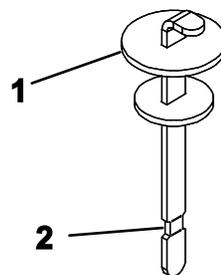

図 63
4. 補給口の首からディップスティックを抜き、ウェスできれいに拭く。もう一度首に差し込んで引き抜き、オイルの量を点検する。ディップスティックのマークまであれば適正である 図 63。